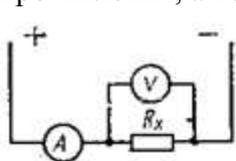
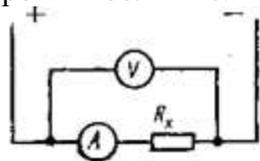

Рис. 34. Схема для измерения сопротивления при  $R_x < R_V$
Рис. 35. Схема для измерения сопротивления при  $R_x > R_A$
Сопротивление участка цепи можно определить с помощью амперметра и вольтметра. Для этого амперметр включают последовательно, а вольтметр— параллельно к нему. Если сопротивление, которое нужно измерить меньше сопротивления вольтметра, то приборы включают по схеме на рис. 34. Если же измеряемое сопротивление больше сопротивления амперметра, то приборы включают по схеме на рис. 35. В первом случае измеряют малые сопротивления, а во втором — большие.
1. Ознакомиться с приборами, необходимыми для выполнения работы и собрать схему по рис. 34 или 35.
При проведении измерений по схеме на рис. 35 амперметр покажет величину тока, проходящего через искомое сопротивление Rx, а вольтметр будет учитывать кроме напряжения на этом сопротивлении напряжение, приходящееся на амперметр. Поэтому истинное значение сопротивления Rx определяется по формуле  $R_x = \frac{U-U_A}{I} = \frac{U-IR_A}{I} = \frac{U_A}{I} - R_A$ , где UA — напряжение, приходящееся на амперметр, а RA — сопротивление амперметра.